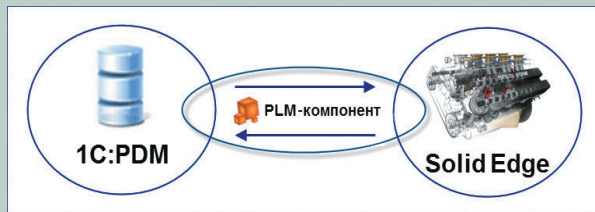

Рис. 1. Схема коллективной работы над проектом
- импорт и работу с библиотекой стандартных изделий Solid Edge. Коллективная работа с конструкторскими данными обеспечивается за счет создания единой информационной среды (рис. 1), основными компонентами которой являются: